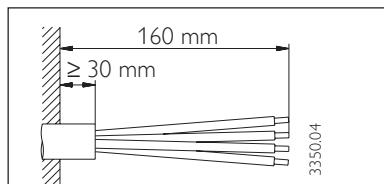

Abb. 18 / Fig. 18 / Afb. 18
- Bei Unterputzanschluß muß die Anschlußleitung mindestens 30 mm isoliert aus der Wand ragen (Abb. 18).
- In the case of a concealed connection the power lead must protrude at least 30 mm with insulation from the wall (Fig. 18).
- En cas de montage encastré, le câble d'alimentation non dénudé doit dépasser d'au moins 30 mm du mur (fig. 18).
- Bij inbouw-aansluiting moet de aansluitleiding tenminste 30 mm geïsoleerd uit de wand steken (Afb. 18).